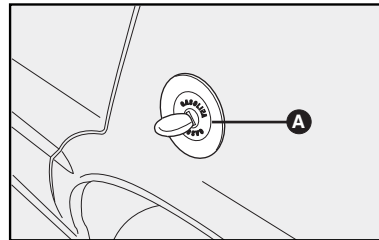

fig. 81
- Gire la llave en sentido antihorario y gire la tapa **A-fig. 81** en el mismo sentido hasta que esta se libere.